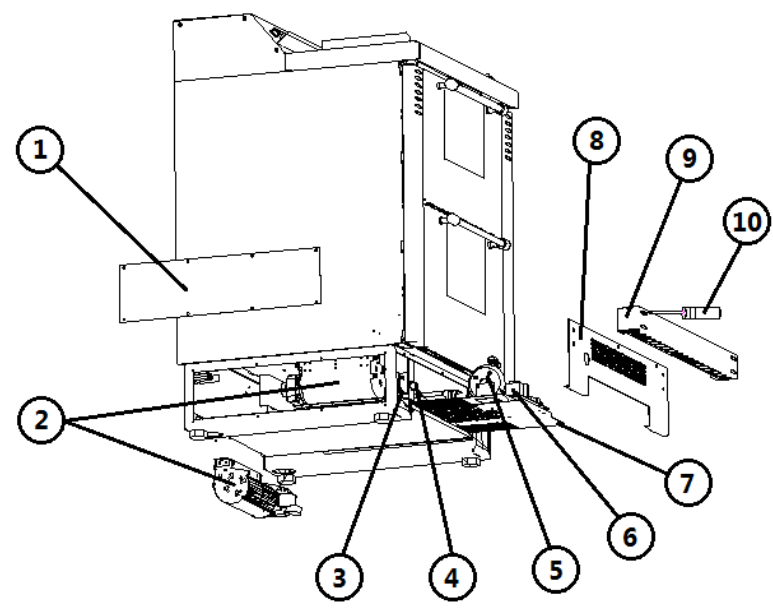

Fig. 34 - Vue de côté
LÉGENDE	Fig. 34 à page 68
- Enlever le tableau de bord inférieur en dévissant les quatre vis situées à l'intérieur des boutonnières elliptiques de ceci (voir **Fig. 34 à page 68**).
- Dévisser les huit vis des couvercles latéraux droite et gauche de la base (voir **Fig. 34 à page 68**).